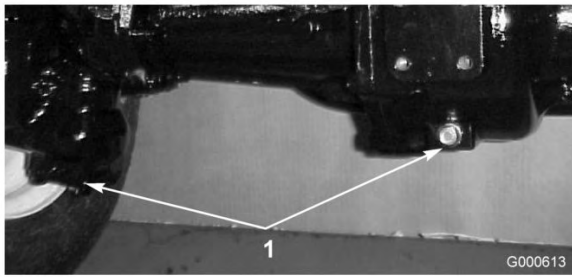

図 47
2. ドレン・プラグ (図 47; 左右端に1個と中央に1個、全部で3個ある) の周辺をきれいに拭く。